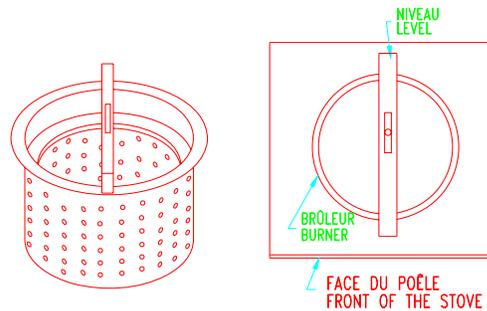

Figure 9B: MISE AU NIVEAU DU BRÛLEUR
- Déplacez ensuite votre niveau de 90° de façon à être parallèle avec les cotés du poêle (Voir figure 9B). Vissez ou dévissez les pattes ajustables de votre appareil jusqu'à ce que le niveau soit atteint. Utilisez une clef de 7/16".